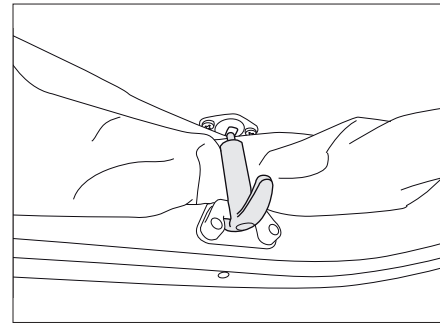

Fig. 136 Seguro de techo para dormir
- Tirar los seguros (Fig. 136) para soltarlos.
- Tirar los seguros (Fig. 136) ligeramente hacia abajo y engancharlos.